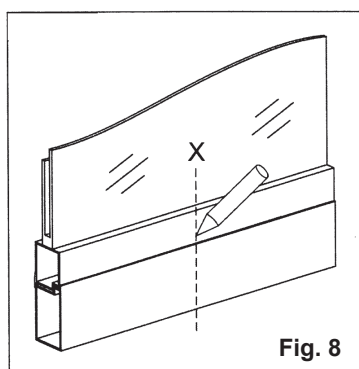

Fig. 8
- 2) **Fig. 8-** Trazar con un lápiz la mediana "X" del cerco;